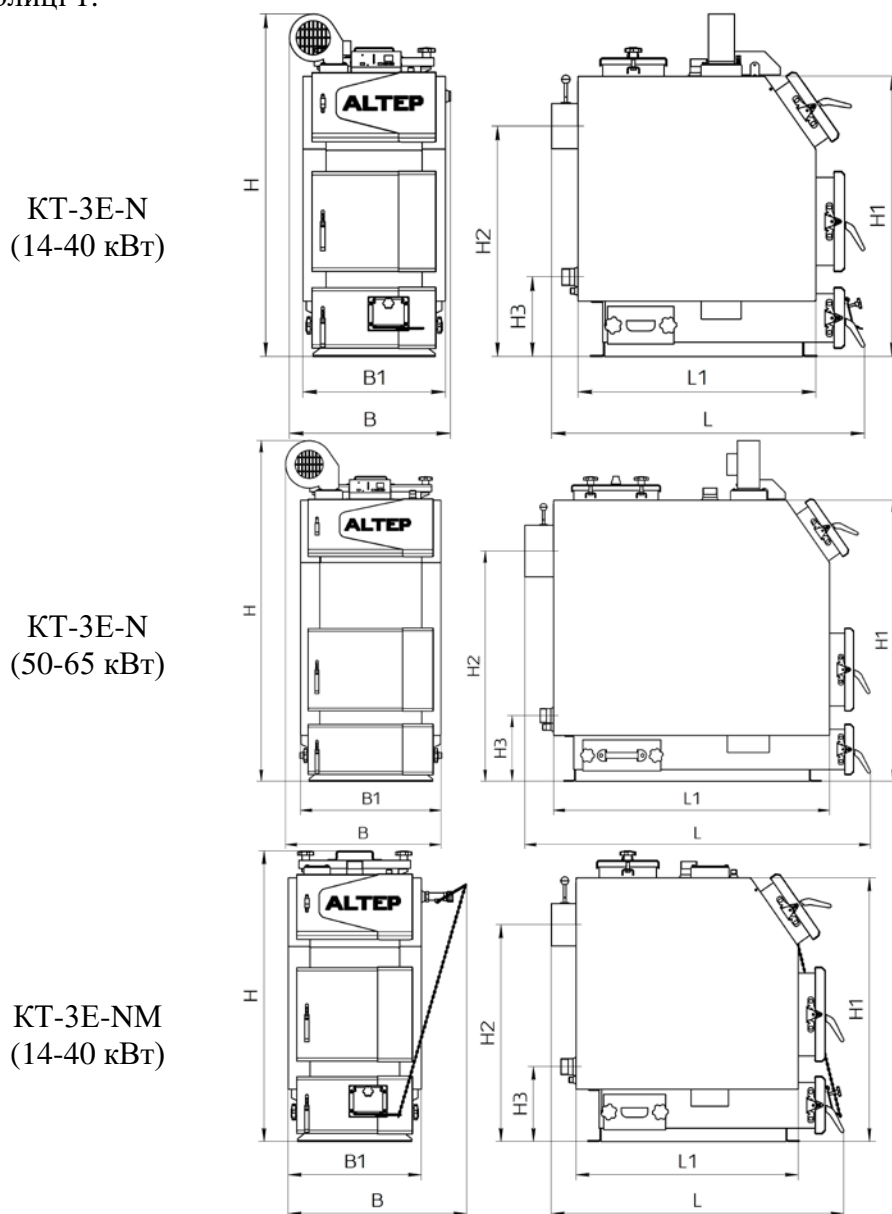

Рисунок 1 – Габаритне креслення котла типу КТ-3Е-Н (NM)
Основні технічні характеристики котлів типу КТ-3Е-Н (NM) (рисунок 1) наведені в таблиці 1.